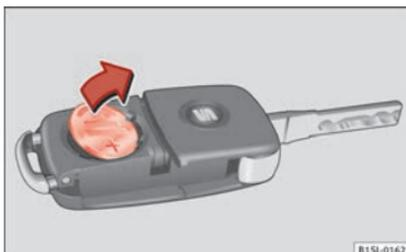

Fig. 100 Chave do veículo: retirar a pilha.
- Extraia a pilha do compartimento com um objeto fino adequado »» Fig. 100.
- Coloque a nova pilha no compartimento, pressionando-a tal como se mostra »» Fig. 100, no sentido contrário ao da seta »» ❷.